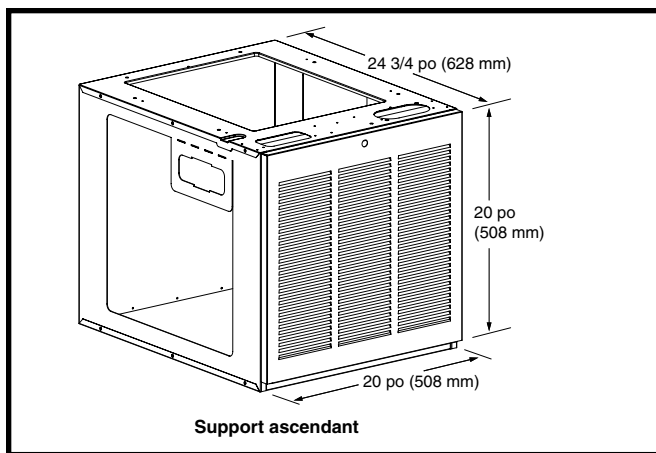

Figure 1. Support ascendant en option
- Modèles E7EM: Utilisez un boîtier de serpentín avec une porte pleine et un support ascendant (Figure 1 (page 5)). Les numéros de pièce se trouvent dans les documents de caractéristiques techniques. Voyez la
- Le support (Figure 1) utilise uniquement des filtres fournis dans la boîte. Le filtre dans la fournaise doit être retiré et jeté. Consultez les directives fournies avec le support ascendant pour obtenir des renseignements supplémentaires.